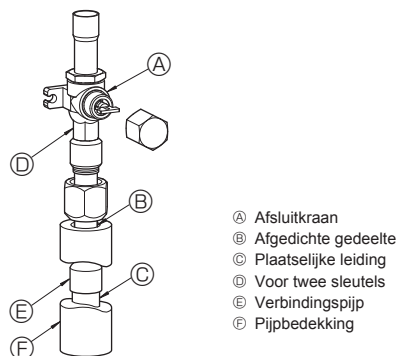

Fig. 4-3
3) Gebruik de volgende procedure voor het aansluiten van de pijpen aan de gaszijde. (Fig. 4-3)